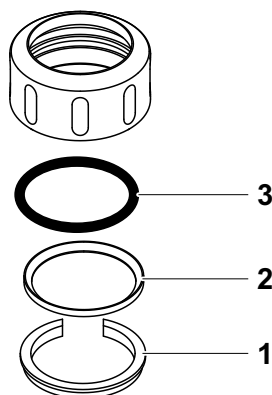

Fig. 6-1 Desmontagem do anel de acoplamento
1	Retirar o anel de retenção (pos. 1 em Fig. 6-1).